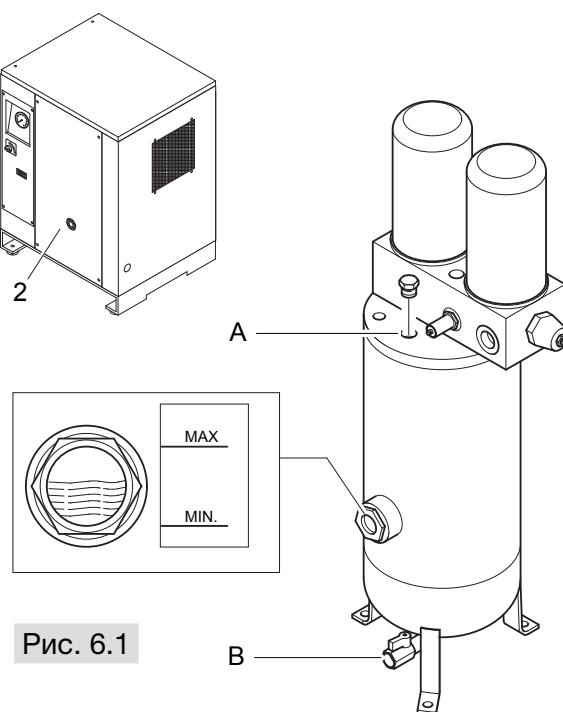

Рис. 6.1
- Убедиться в отсутствии сжатого воздуха внутри масловоздушного ресивера: отвинтить кран **A** (см. рис.6.1) и полностью спустить воздух.
(см. рис. 6.1)
**Контроль масла и доливка при необходимости (см. рис. 6.1)**
(см. рис. 6.1)**